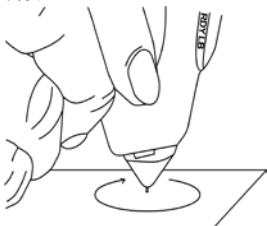

图 2.3
- 拿住探针笔，使笔尖与任何纸张或宝石托（检测仪附带）成直角（90°）。慢慢做圆周运动，但不使针头缩进（图 2.3）。